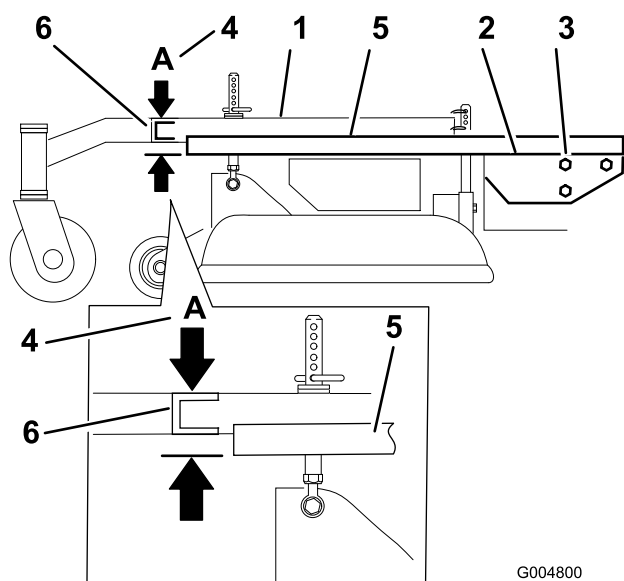

Figura 52
3. Coloque uma superfície comprida e reta na parte superior da plataforma do motor como se mostra na Figura 52.
4. No canal transversal da estrutura de suporte, meça a altura no local **A** (Figura 52).
6. Desaperte os parafusos de montagem da estrutura de suporte em ambos os lados da máquina (Figura 52).
7. Alinhe a estrutura de suporte e plataforma do cortador para corresponder a 33 mm, mais ou menos 6 mm, no local **A** (Figura 52).